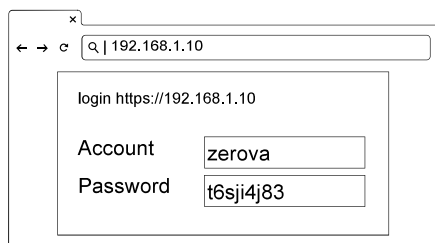

Figura 32. Login
- 2) Vedere la figura 32. Nella homepage dell'EVSE, effettuare il login con le credenziali seguenti: